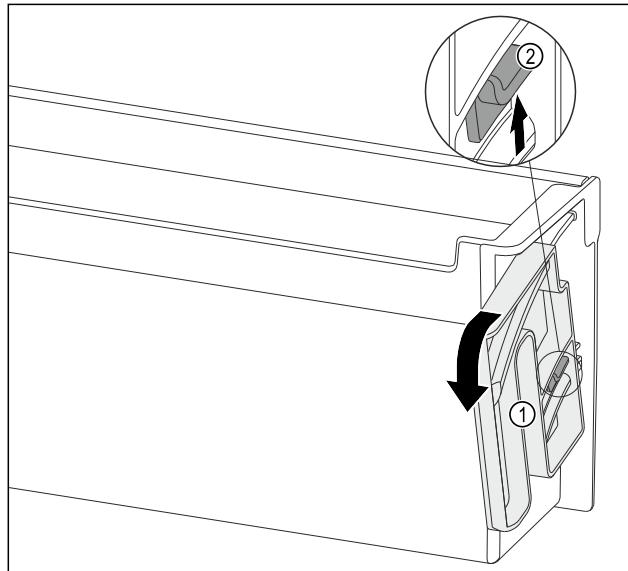

Fig. 122
- Прокрутіть поворотний модуль Fig. 122 (1) у вказаному напрямку до упору.
- Натисніть клапан Fig. 122 (2) угору і дістаньте поворотний модуль Fig. 122 (1).